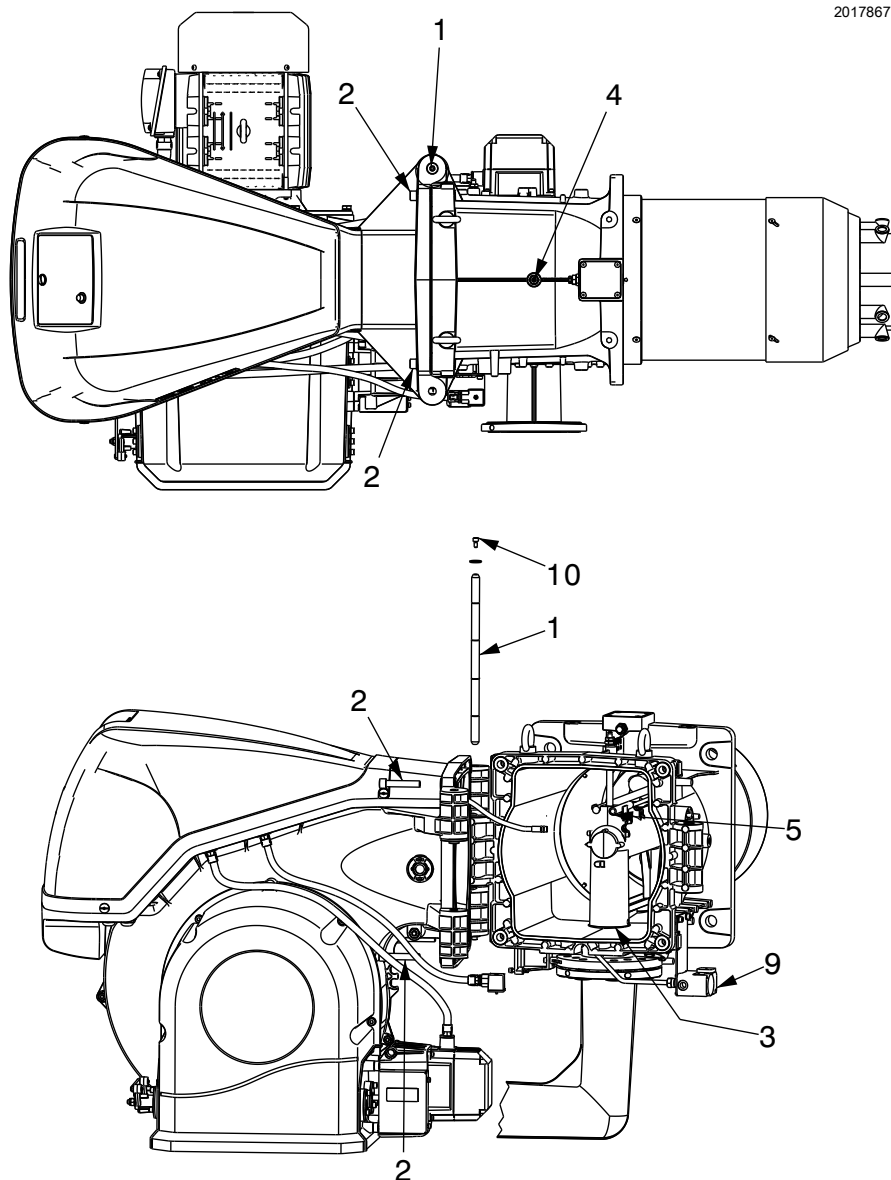

图 17
燃烧器出厂时被预设为左侧开口，因此要保持销钉 1)(图 17) 在销钉孔中。
- A 断开最大燃气压力开关的插头 / 插座 9)(图 17) ；
- D 将燃烧器全部打开，如图 17 所示；
要从对侧打开燃烧器，必须在取下销钉 1)(图 17) 前，确认 4 个螺丝 2) 已经拧紧。
- H 断开最大燃气压力开关插座 9(图 17)，之后按前述步骤从 C 步开始操作。